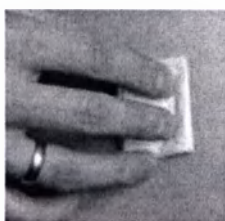

Рис.38.
5. Протрите место инъекции (живот, бедро или плечо) салфеткой, смоченной в этиловом спирте (см. Рис.38).